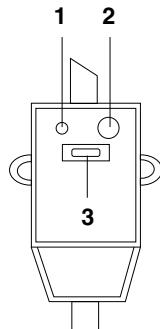

Рис. 6
| Индикация на дисплее отсутствует  | Сработала защита УЗО.   | Протестируйте УЗО, нажав кнопку «test». В случае, если УЗО прошло тестирование, нажмите на кнопку (3) перезапуска. В случае, если тестирование не проходит, свяжитесь со специалистами по техническому обслуживанию для осуществления ремонта (см. рис. 6). |